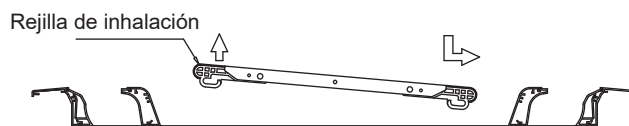

Fig. 44
1. Empuje la rejilla de inhalación hacia un lado (no direccional), por ejemplo, hacia la derecha como se muestra en la Fig. 44;
2. Presione el lado derecho de la rejilla de inhalación y empuje simultáneamente hacia la derecha, como se muestra en la Fig. 44; al mismo tiempo, tire del lado izquierdo de la rejilla de inhalación en un ángulo de aproximadamente 45°;